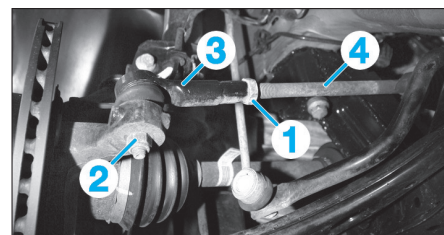

Fig. 11
- Desserrer le contre-écrou (1) (Fig.11).
- l'écrou (2) de la rotule,
- la rotule (3) du pivot à l'aide d'un extracteur.
- Dévisser la rotule de direction (3) de la biellette (4) de crémaillère.
- de chaque côté, la rotule de direction de la biellette de direction (Fig.11),